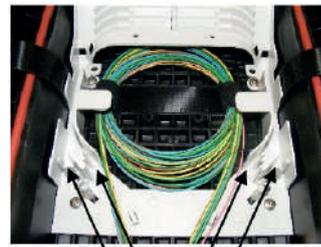

fig.20
2. Détuber après les zones de rétention les fibres nécessaires (fig.20).